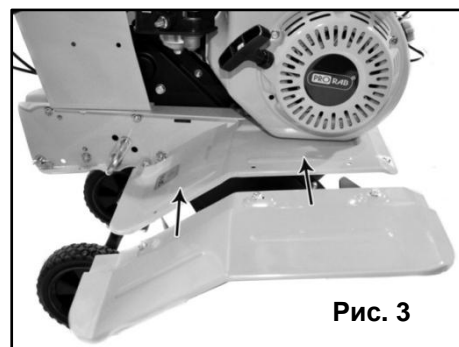

Рис. 3
- Заведите кромку крыла под раму и затяните винты крепления крыла. (См. Рис. 3).